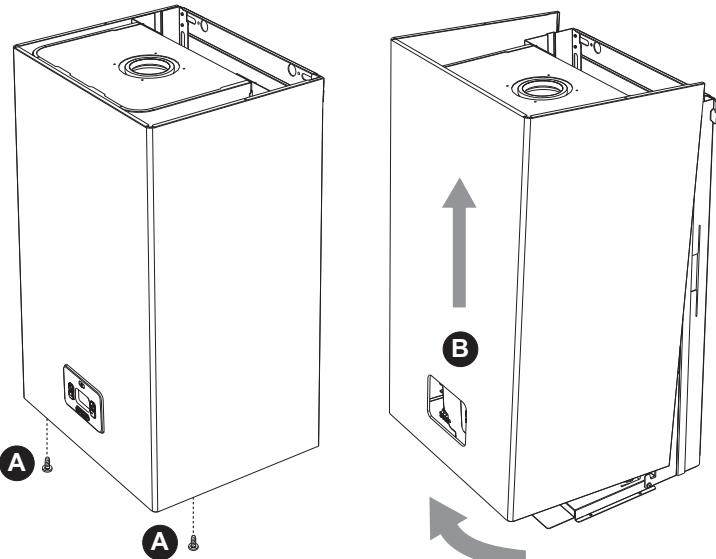

fig. 28 - Apertura pannello frontale
1. Svitare le viti A (vedi fig. 28).